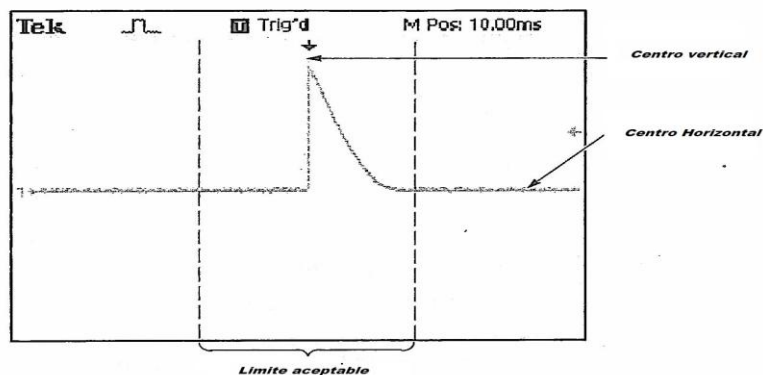

Fig.109.- Limites de error de base de tiempos.
- Compruebe que el flanco ascendente de la señal cruza el centro de la línea horizontal de la retícula dentro de  $\pm 2$  divisiones de la línea central de la retícula vertical, como se muestra en la fig.109. Una división de desplazamiento del centro de la retícula corresponde a un error de base de tiempo de 25 ppm.